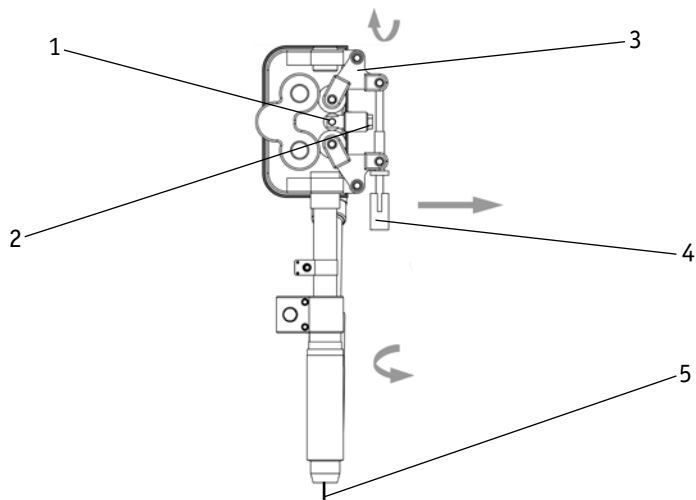

Рис. 8.4. Редуктор подачи проволоки.
2. Проденьте проволоку через редуктор и токоподвод. С помощью рукоятки регулировки давления зажмите проволоку (См. рис. 8.4).